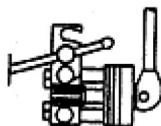

Fig. 2
- B. Consultar a **tabela** e seleccionar a matriz e o relativo punção para a aplicação específica. Introduzir a matriz na cavidade específica, conforme indicado, com o escareador virado para a alavanca, mandando-a em contacto com as porcas situadas na parte traseira. (Fig. 2)